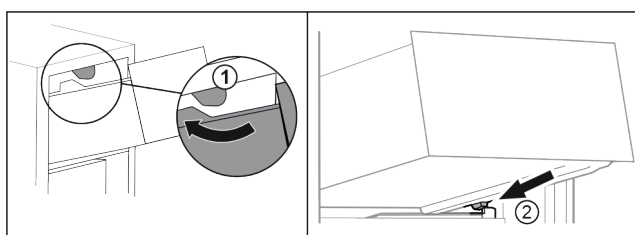

Fig. 94
- Lirka utdragslåda kring de övre stoppklackarna. Fig. 94 (1)
- Sätt utdragslåda i vinkel på behållarens galler bakom de nedre stoppklackarna. Fig. 94 (2)